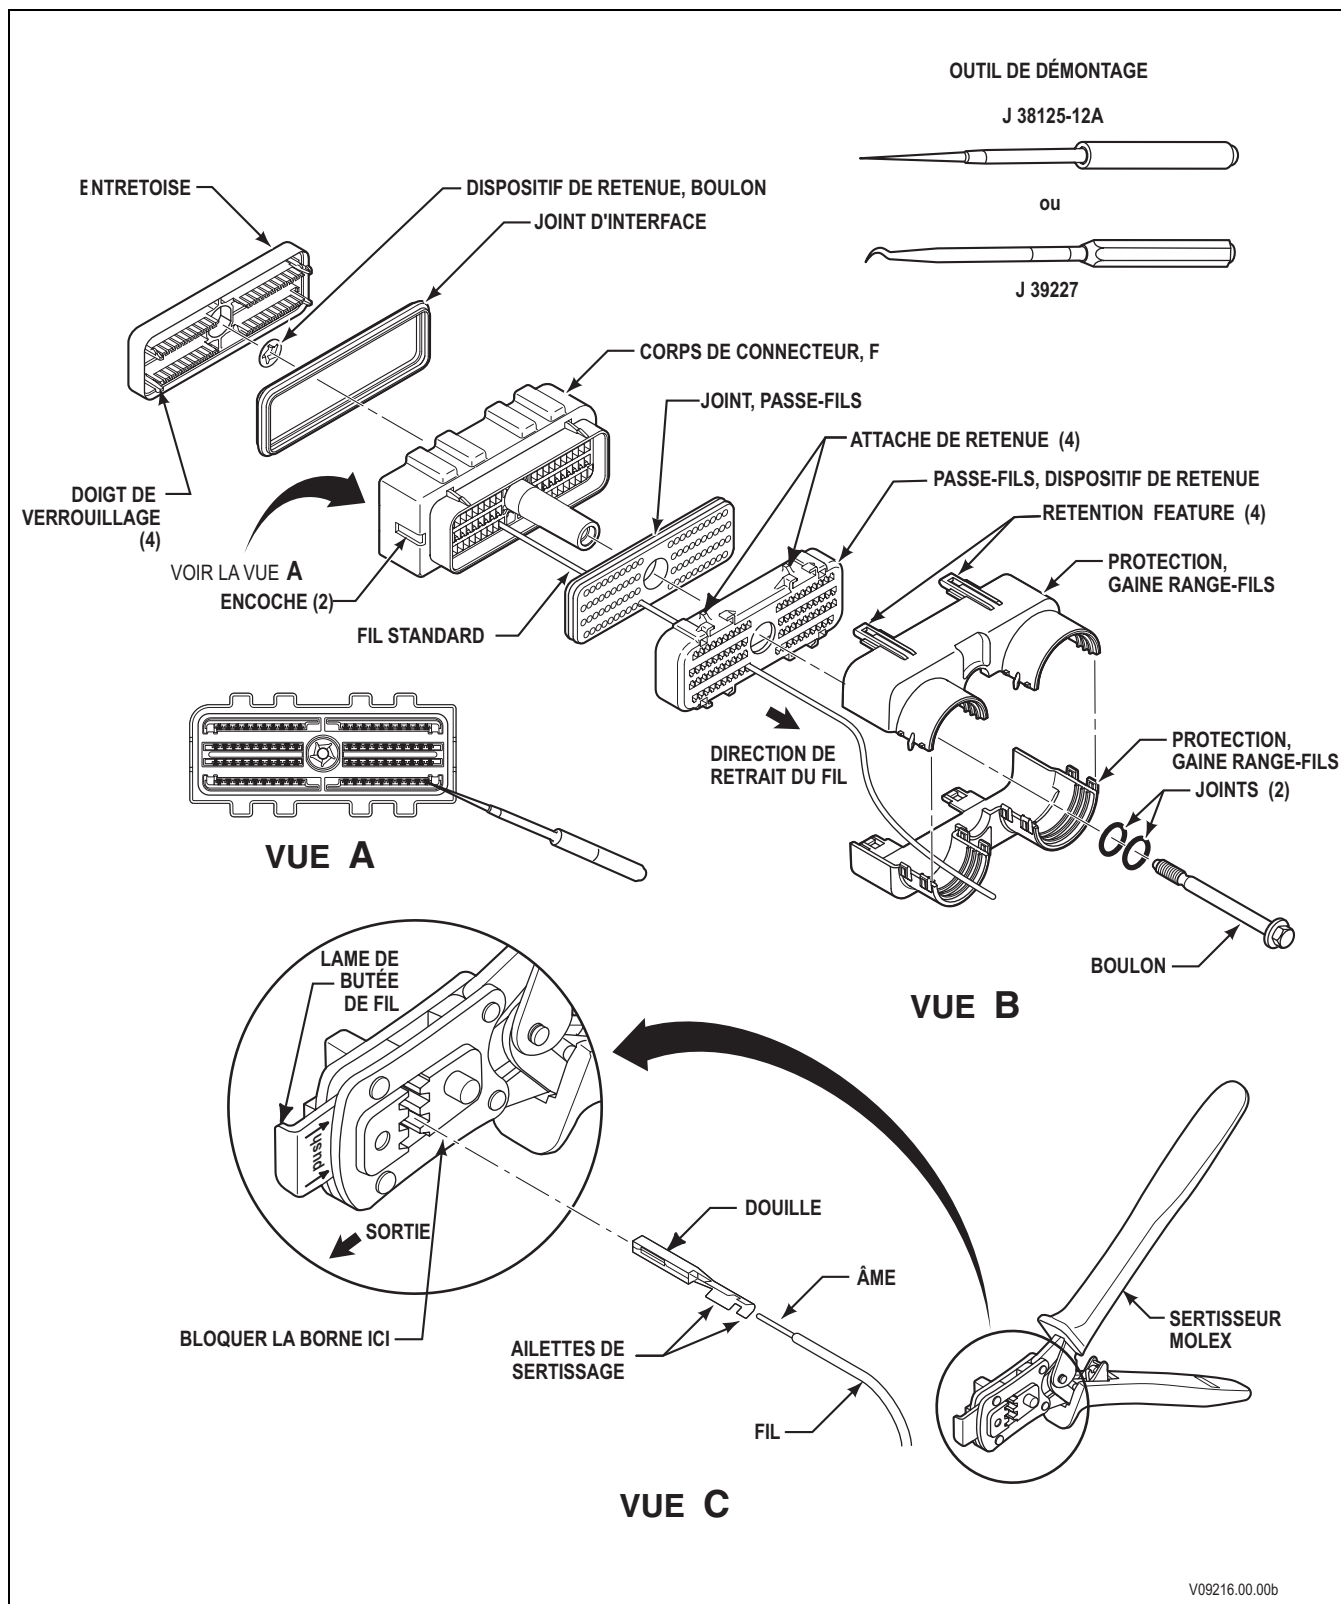

Figure E-1A. Connecteur 80F à boulon AFL du TCM
6. Insérez la lame métallique de l'outil de démontage J 38125-12A ou J 39227 dans l'avant du corps du connecteur, à l'emplacement de la cavité du conducteur de borne/fil souhaité (voir les Figures E-1A à E-1C).